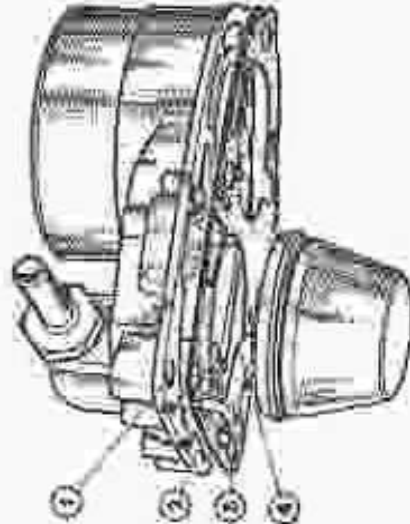

Fig. 1
- Maintenir le pointeau (1) nouveau modèle avec agrain et son joint (fig. 1).